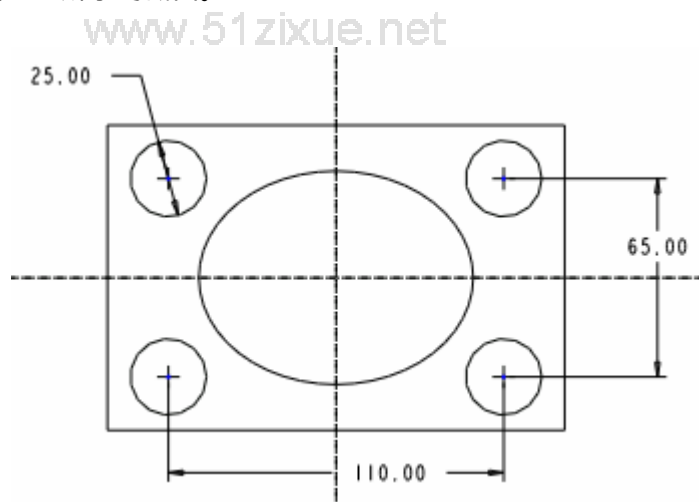

图 1-7
- (1) 单击拉伸工具按钮，在拉伸特征操控板中单击按钮 ，系统显示【剖面】对话框。
- (2) 单击【剖面】对话框中 **使用先前的** 按钮，单击该对话框中的【草绘】按钮，系统进入草绘工作环境。
- (3) 绘制如图 1-7 所示的截面。